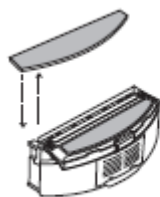

Figure 8
6. Reinserire il contenitore per la polvere, rimuovere il panno per pavimenti, quindi agire sul dentino destro e sinistro sul fondo del contenitore (vedi figure 8 e 9). Tutti i componenti devono essere assemblati correttamente nella loro posizione originale.